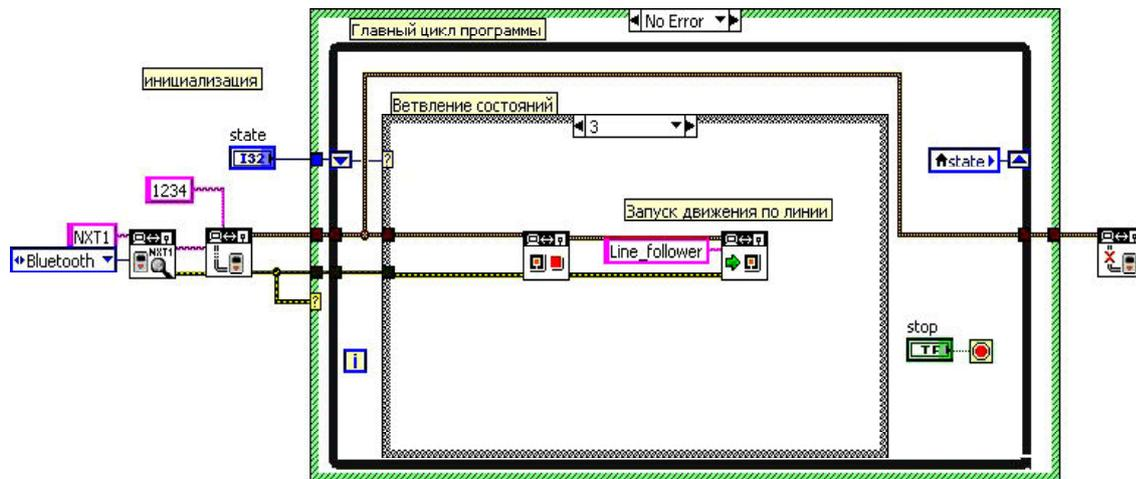

Рис. 23
**robotics** → **NXT I/O** → **NXT Direct I/O** → **Connection** → **Destroy NXT Object**  (рис. 23).